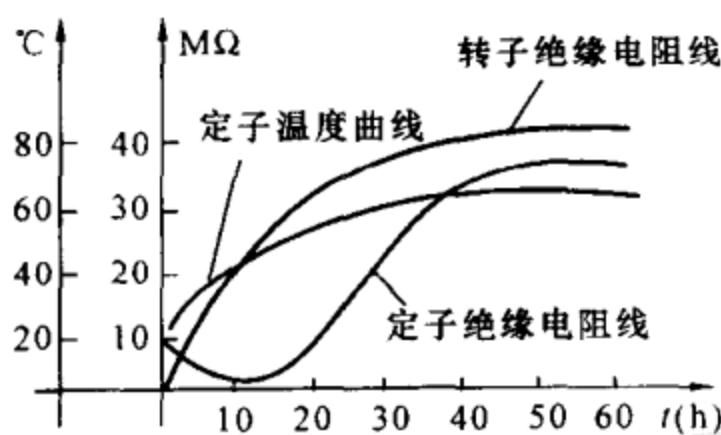

图 3-71 定子温度和绝缘电阻的变化曲线
4) 干燥：干燥时应每隔1h测量、记录各处的温度和线圈绝缘电阻，并绘制定子温度和绝缘电阻的变化曲线，如图3-71所示。从曲线中可以看出，定子受潮线圈在干燥初期由于潮气蒸发的影响，其绝缘电阻显著下降。然后，随着干燥时间的增加，绝缘电阻逐渐升高，最后在一定温度下稳定。测量到定子线圈的绝